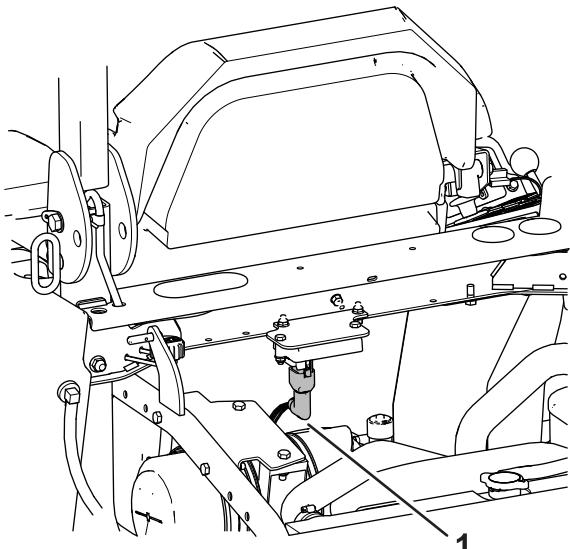

Figura 4
8. Enchufe el conector de 90° en el sensor (Figura 4 y Figura 8).